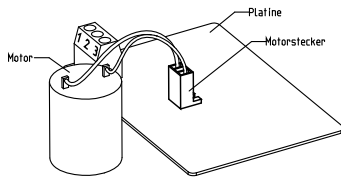

Abb. D-8: Motorstecker
10. Polung des Motorsteckers im Stellantrieb prüfen. Nasen müssen vom Motor wegweisen (siehe Abb. D-8).